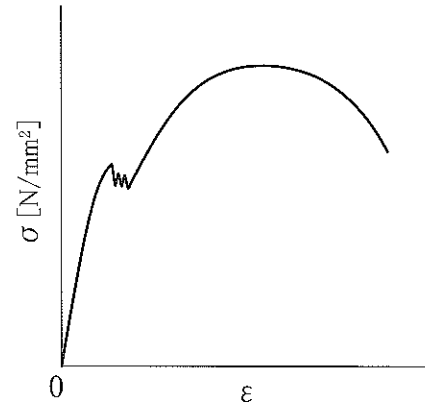

図2
- (1) 図2は、軟鋼の引張試験で得られた図である。この図を(a)という。
- (2) (b) 硬さ試験は、ハンマを材料に落下させ、その反発高さを測定して硬さを求めることができる。
- (3) (c) 衝撃試験は、振り子形のハンマで試験片を破断し、金属の粘り強さを調べる試験である。
- (4) 疲労試験から繰返し応力と繰返し回数の関係が調べられる。この関係を示したものを(d)という。
- (5) アルミニウムや黄銅の引張試験では、軟鋼のような降伏点が得られない。その代わりに、0.2%の永久ひずみから求めた応力を用いる。これを(e)という。